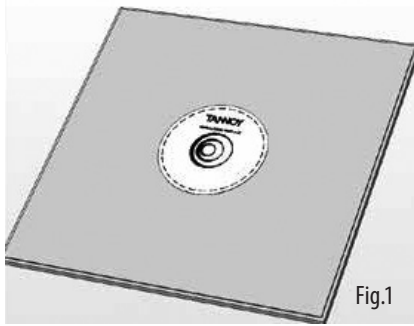

Fig.1
1. フレームから天井タイルを取り外し、平らな面に置きます。提供されたテンプレートの周りをトレースして、天井タイルの切り抜き領域をマークします。(図 1)
1. 提供されたテンプレートの周りをトレースして、天井の切り欠き領域に印を付けます。(図 1)
1. 石膏リングを根太に釘またはネジで固定します。(図 1)
1. スピーカー缶の裏側にある配線カバーを外して、ユーロタイプのコネクタプラグとソケットにアクセスします。ケーブルをグラウンドに通し、ユーロタイプのコネクタを取り付けます。(図 1)